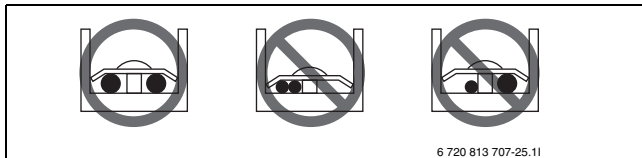

Fig. 28
- Pour le raccordement de câble de même épaisseur, voir figure (→Fig. 28).